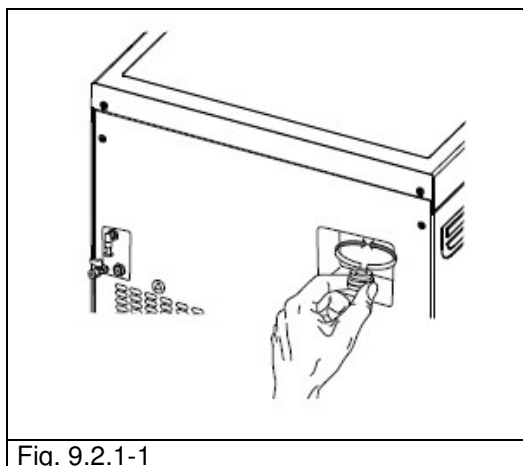

Fig. 9.2.1-1
2. Dévisser le bouchon situé sur la partie supérieure de la soupape en le faisant tourner dans le sens anti-horaire (Fig. 9.2.1-1), jusqu'à atteindre le fin de course et jusqu'à ce qu'il tourne à vide.